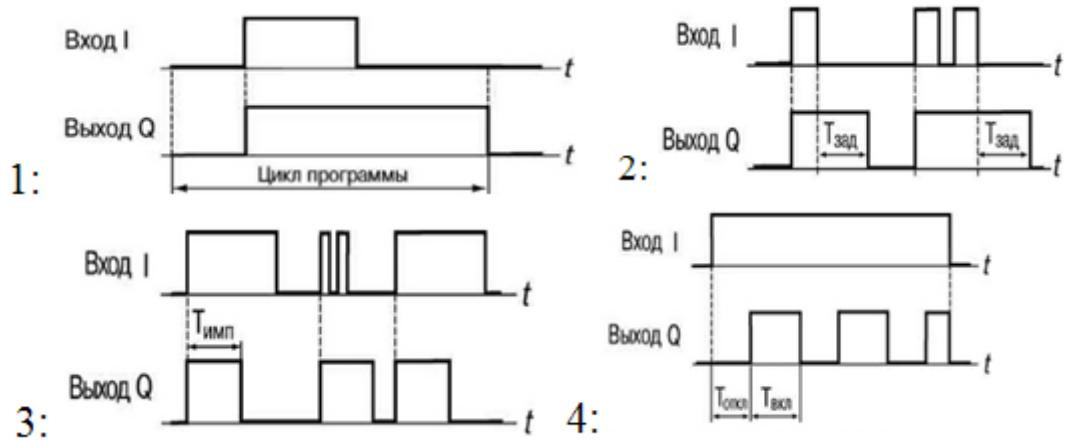

### Рисунок 1 – Транспортер корнеклубнеплодов
*Питатель-транспортер корн клубнеплодов ТК-5Б* (рис. 1) предназначен для приема, хранения и дозированной подачи корне клубнеплодов из бункеров-хранилищ в измельчители ИКС-5М, ИКМ-5. В комплектацию ТК-5Б входят два горизонтальных шнека-питателя 1 с приводной станцией, и скребковый транспортер 2. Каждый шнек-питатель устанавливают в нижней части завального бункера. В один бункер загружают картофель, в другой — свеклу. Шнеки-питатели включаются в работу только поочередно. Это достигается тем, что муфта привода передачи вращения для одного шнека включается при левом вращении, для другого - при правом. При пуске первым включают скребковый транспортер, а затем один из шнеков-питателей. Останавливают механизм в обратной последовательности.